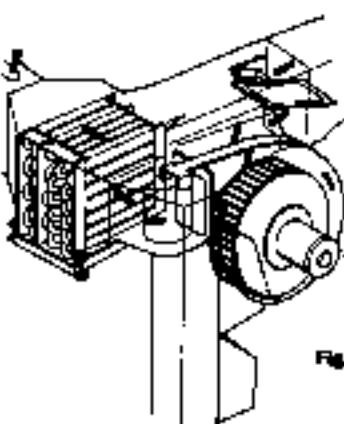

Fig. 61
Das System verfügt über einen Schaltvorgang, der den Ein- und Ausdruck gestalten und es gestatten soll Schnelligkeit, die gewünschten Bedingungen zu erreichen, unabhängig von der Außentemperatur. Bei fahrendem Wagen, oder durch Betätigung eines starken Ventilators mit zwei Geschwindigkeiten (14) wird in das Wageninnere eine wärmende Luftmengen eingebl�ht, die je nach Versiegelung des Hebeleinsatzes (13) durch Dr鰆fung des Knopfes (17) kalt oder warm wird (Abb. 61).